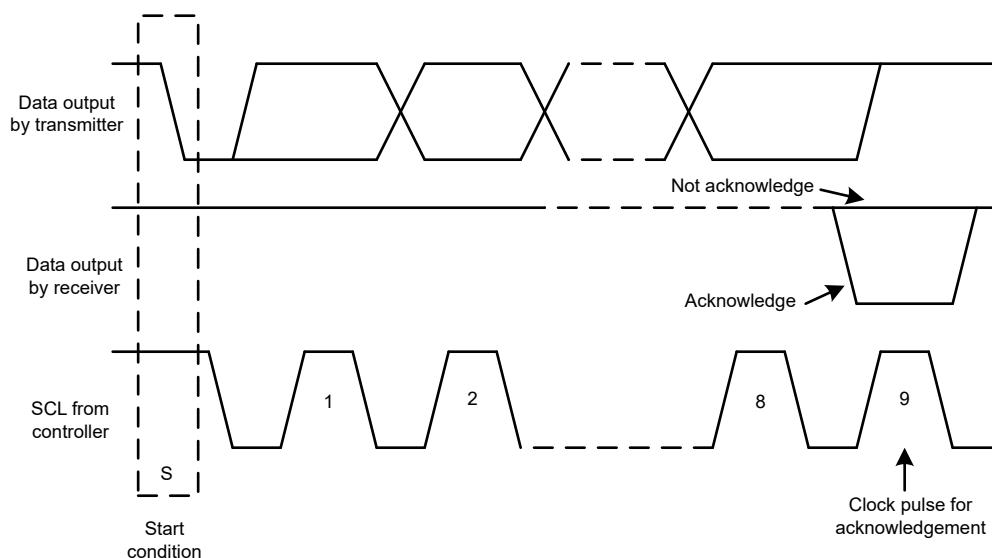
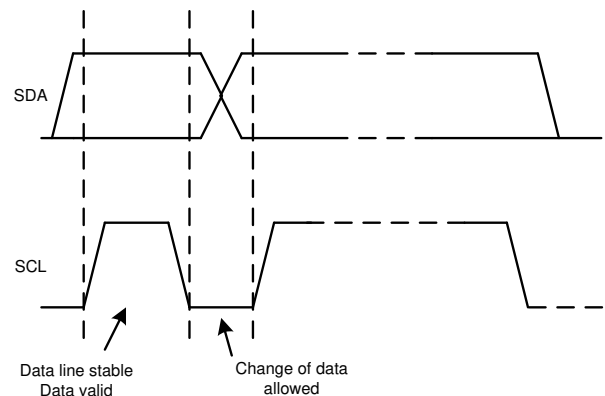

图 7-20. Acknowledge and Not Acknowledge on the I²C Bus
图 7-22. 在 I²C 总线上的位传输
Other than specific timing signals, the I²C interface works with serial bytes. At the end of each byte, a ninth clock cycle generates and detects an acknowledge signal. An acknowledge is when the SDA line is pulled low during the high period of the ninth clock cycle. A not-acknowledge is when the SDA line is left high during the high period of the ninth clock cycle, as shown in 图 7-20.
2. 控制器随后产生 SCL 脉冲，并在 SDA 线上发送 7 位地址和读取/写入方向位 ($\overline{R/W}$)。在所有传输期间，控制器确保数据有效。有效数据条件要求 SDA 线在时钟脉冲的整个高电平期间保持稳定，如图 7-22 所示。所有器件都识别控制器发送的地址，并将其与相应内部固定地址进行比较。只有具有匹配地址的目标器件才会通过在第 9 个 SCL 周期的整个高电平期间拉低 SDA 线来生成确认，如图 7-20 所示。当控制器检测到此确认时，则表示与目标的通信链路已建立。